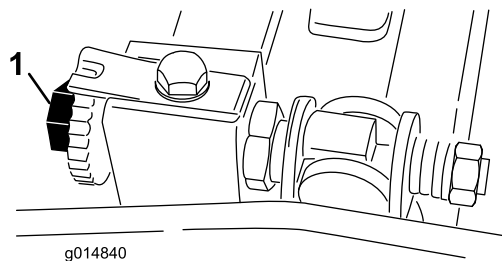

図 52
3. カッティングユニットの右端から数えて1番目と2番目の下刃ねじの間でリール刃と下刃とを交差させる 図 52。
6. シムを左右に滑らせながら、シムに 軽い 圧迫シムが挟まれる感じを感じるまで、右側のベッドバー調整ねじを回す 図 52。